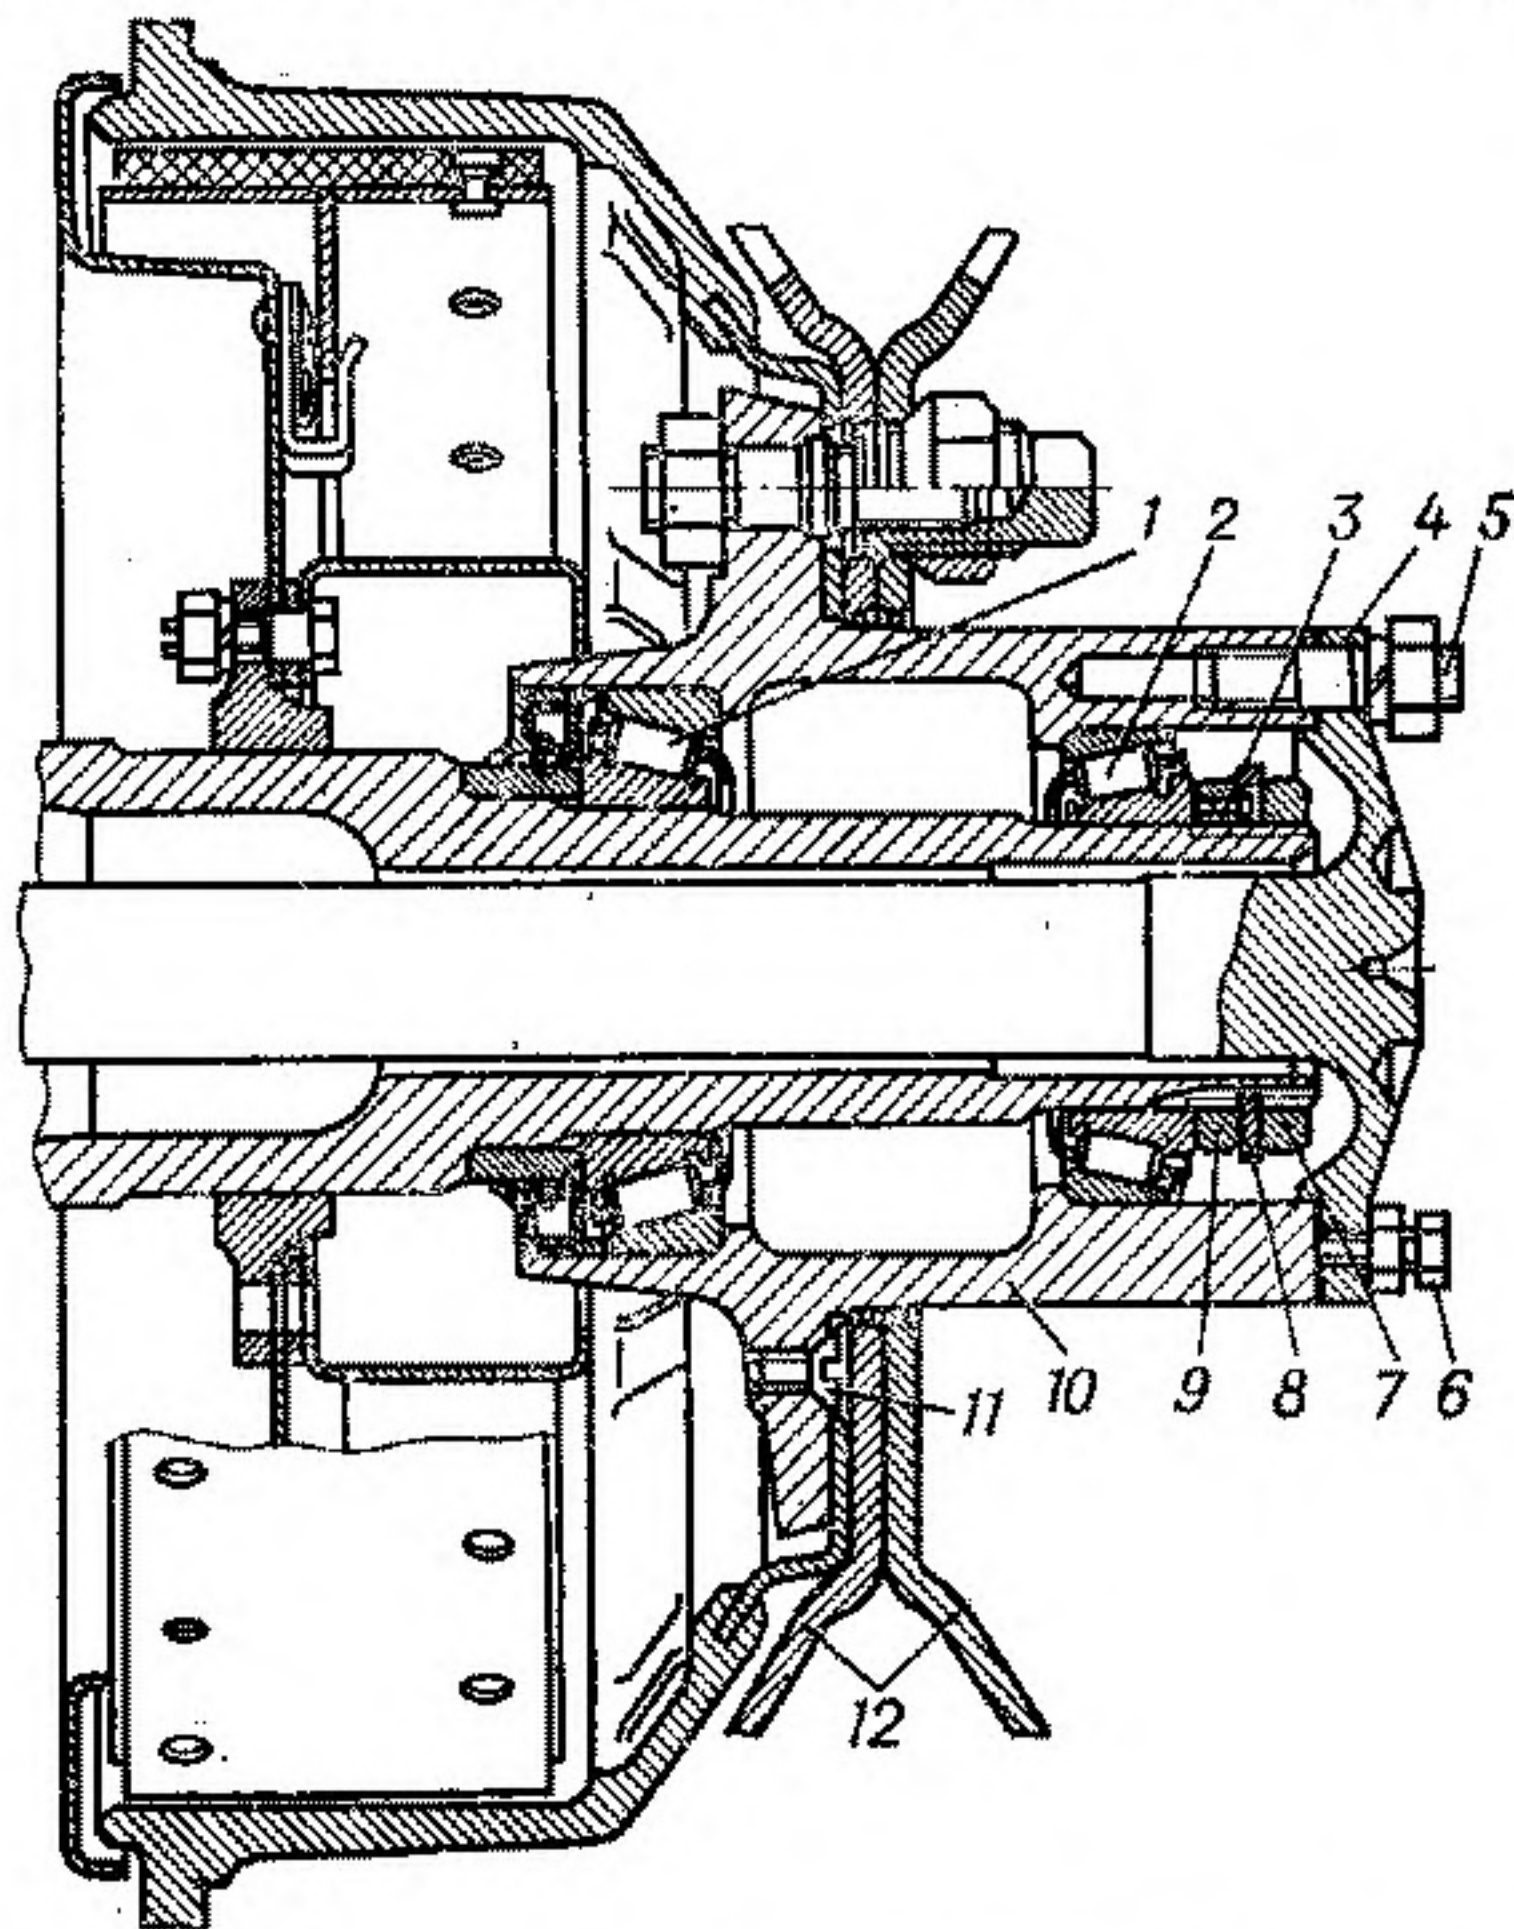

Рис. 52. Ступица заднего колеса автомобиля ГАЗ-53-12:
1. Поднять домкратом задний мост так, чтобы шины не касались пола. Вынуть полуось 4 (рис. 52), отвернуть контргайку 7, снять стопорную шайбу 8 и, ослабив гайку 9 креп-